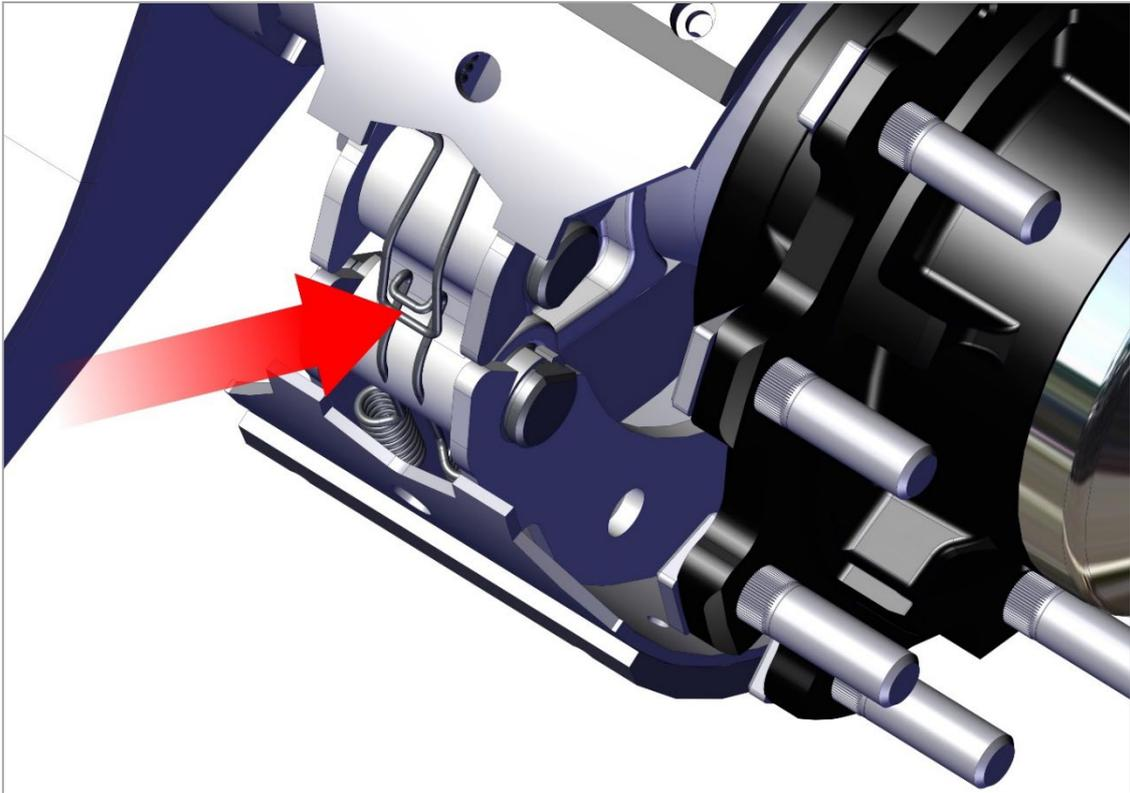

Рис. 28. Зажим пружины.
3) Используя отвёртку, освободите зажим пружины из тормозной колодки. Снимите зажим пружины (рис. 28);